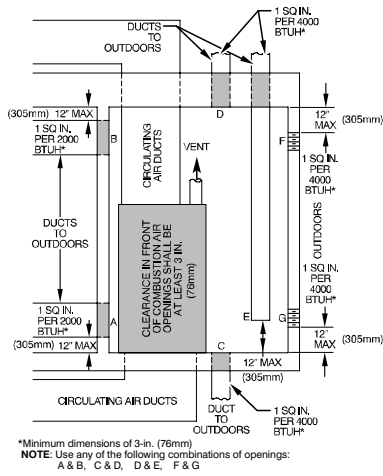

Figure 6 – Air de combustion, de ventilation et de dilution pour l'extérieur
2. La fig. 6 illustre comment installer **DEUX OUVERTURES VERS L'EXTÉRIEUR**, une entrée et une sortie d'air de combustion et de ventilation, donnant sur l'extérieur.
- b. les ouvertures et les conduites en fonction des informations données à la fig. 6 et dans le tableau 3.
- c. **DEUX CONDUITS HORIZONTAUX** nécessitent 645 mm² (1 po²) d'espace libre par tranche de puissance d'entrée combinée de (1 100 mm²/kW (2 000 BTUH) pour tous les appareils à gaz situés dans l'espace considéré, conformément à la fig. 6 et au tableau 3.
- d. **DEUX OUVERTURES OU CONDUITS VERTICAUX** nécessitent 645 mm² (1 po²) d'espace libre par tranche de puissance d'entrée combinée de 550 mm²/kW (4 000 BTUH) pour tous les appareils à gaz situés dans l'espace considéré, conformément à la fig. 6 et au tableau 3.
- a. 645 mm² (1 po²) d'espace libre par tranche de puissance combinée de 734 mm²/kW (3 000 BTUH) pour tous les appareils à gaz situés dans l'espace considéré, conformément à la fig. 6 et au tableau 3.